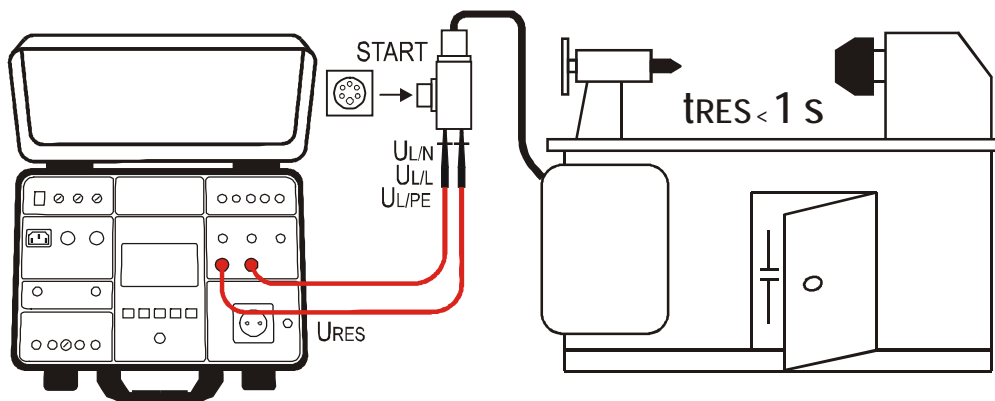

Figura 36: Ligação das ponteiros de teste na medição URES PLUG
7. Iniciar a medição premindo o botão **START/STOP**. A medição será iniciada e será terminada após uma nova pressão do botão **START/STOP** ou no final do tempo de medição configurado. O resultado do teste (potência aparente) será apresentado a verde se inferior ou igual ao valor limite configurado ou a vermelho se superior ao valor limite configurado. O resultado final será acompanhado do símbolo  verde e de um sinal acústico curto (resultado OK) ou do símbolo  vermelho e de um sinal acústico prolongado (resultado não OK). A figura 36 mostra um exemplo de ecrã com os resultados das medições.